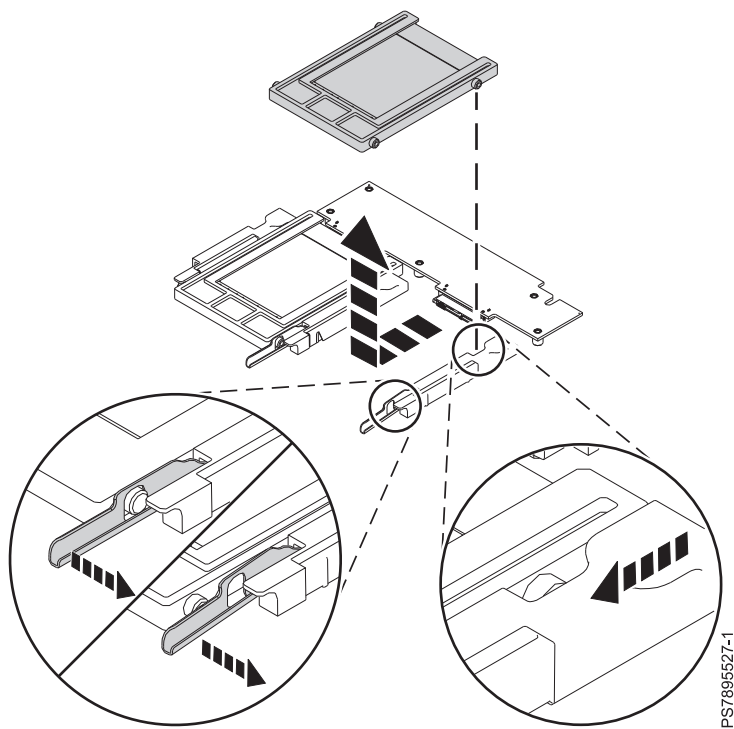

图 19. 卸下 SSD 承载架
- a. 握住驱动器托盘前端的蓝色释放杆向外拉（如图 19 中所示）。